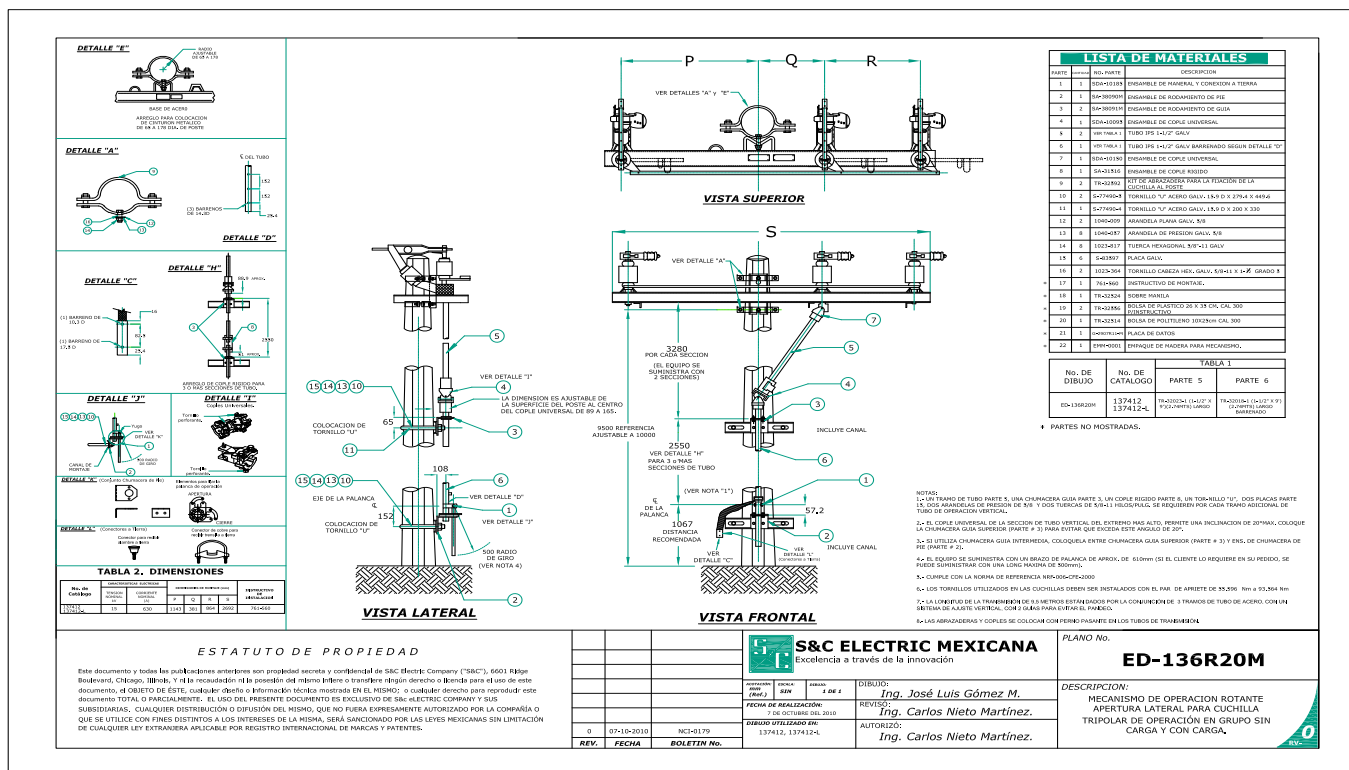

Figura 2. Plano de montaje (PM).
Además de este instructivo, se incluye un detallado plano de montaje (PM), que ilustra la configuración de montaje estándar. Una muestra de ello se exhibe en la Figura 2.
Figura 2. Tubo de operación Instalado con el Tornillo sujetador de la abrazadera, completamente ajustado y el Tornillo de retención perforante en posición final, una vez que el tubo ha sido perforado.